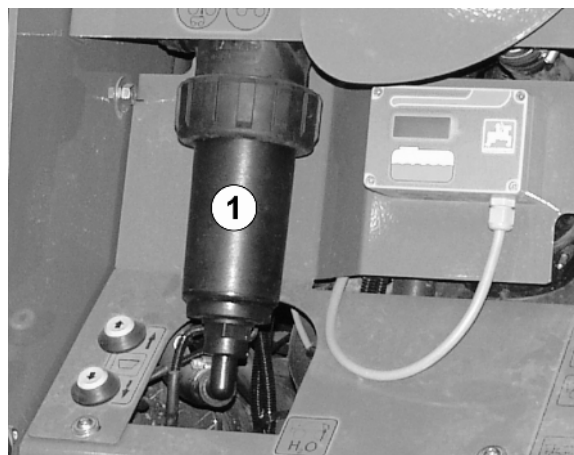

Fig. 129
2. Retirez le filtre sous pression (Fig. 129/1) et nettoyez-le à l'eau.
4. Retirez le filtre sous pression (Fig. 129/1) et nettoyez-le à l'eau.